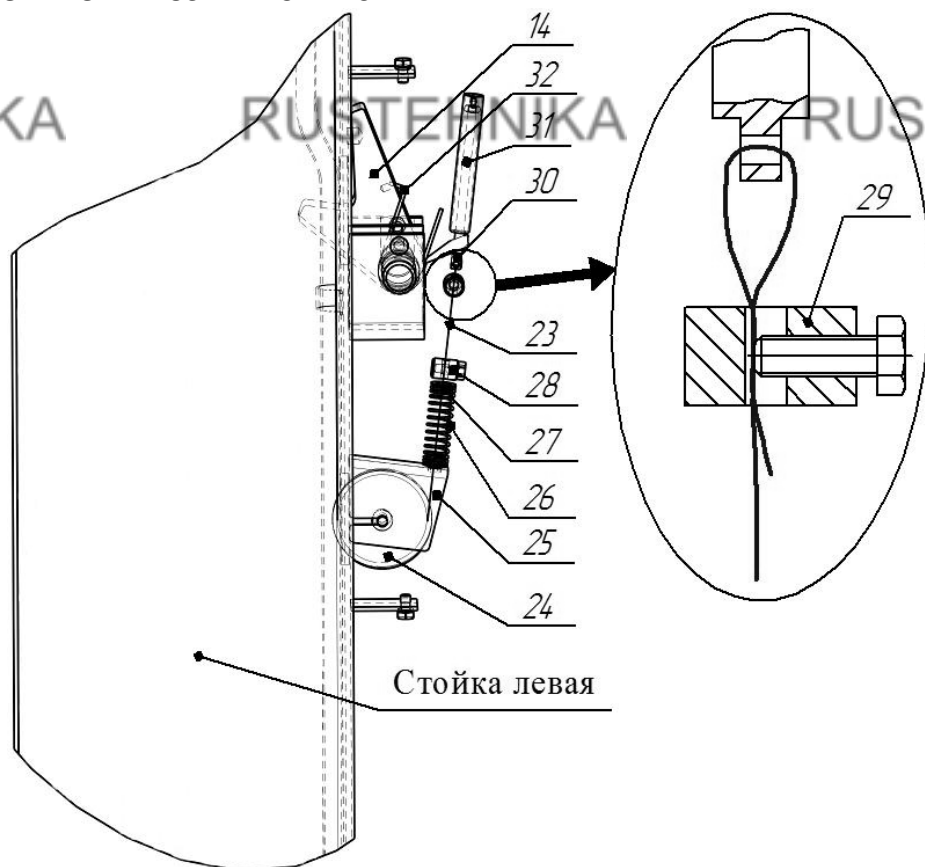

Рисунок 6.5 - Система стопорения кареток
6.6 Установить тросик системы стопорения (рисунок 6.5). Для этого снять крышку, закрывающую стопор-защелку 14 на левой стойке 2, отвернув два винта М6х10. Тросик 23 системы стопорения, закрепленный на правой
7.2.1 Нажатием кнопки 20 поднять автомобиль, чуть выше требуемой высоты (защелки должны быть поджаты к стойкам, рисунок 6.5) и нажатием кнопки 21 опустить каретки 4 на защелки 14. Убедиться в том, что каретки 4 опустились на защелки 14 (при нажатии кнопки 21 каретки больше не опускаются). В этом случае гидравлическая система разгружена, вес автомобиля воспринимается стойками подъемника.